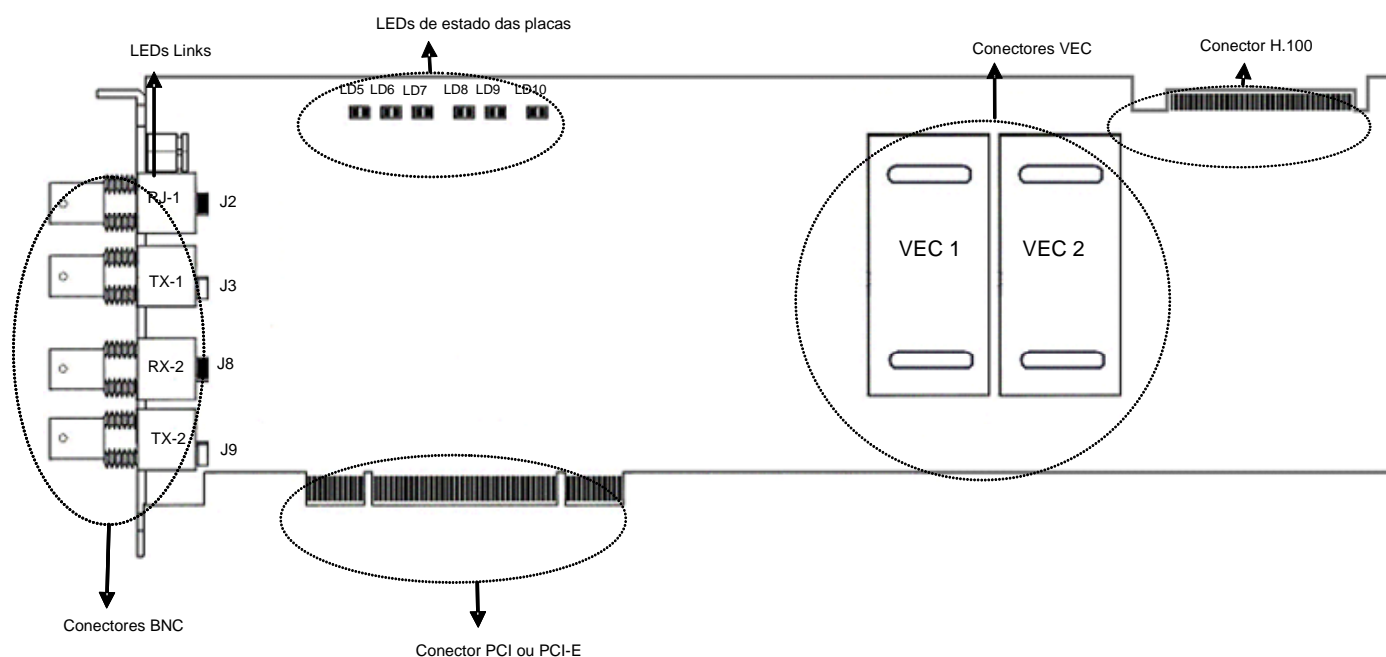

Figura 1: Conectores e jumpers
H.100 é a especificação do barramento que permite comunicação direta entre placas de telecom. Também é conhecida como CTbus. A comunicação é feita através da conexão de um cabo paralelo na parte traseira das placas, apontado na Figura 1 como "Conector H.100".
As placas de cancelamento de eco, chamadas de VEC (VEC-30, VEC-60), são placas filhas, que devem ser encaixadas nos conectores presentes na placa principal. Estes conectores estão sinalizados na Figura 1 como VEC 1 e VEC 2.